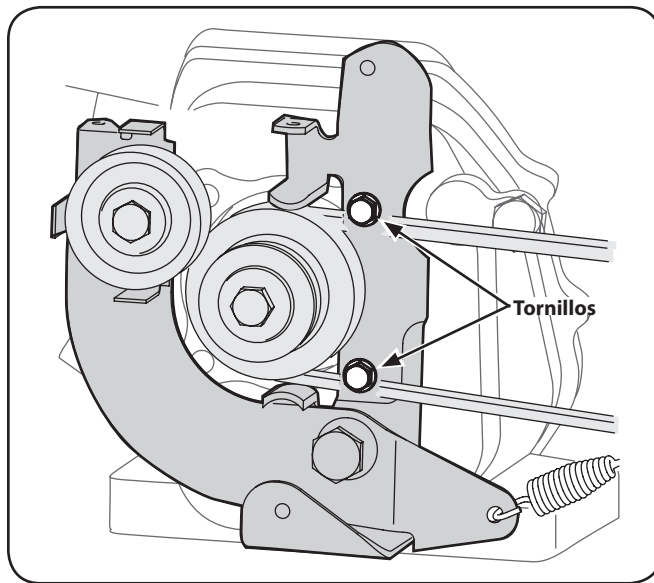

Figura 5-5
8. La correa de la polea loca de marcha hacia adelante no despejará los guardacorreas cerca de la polea del motor. Debe retirar el soporte de polea loca de marcha atrás para permitir que la correa se deslice hacia afuera de la polea del motor. Retire los dos tornillos de fijación y mueva el soporte hacia la polea de transmisión. Guarde los tornillos para volver a armar. Consulte la Figura 5-5.